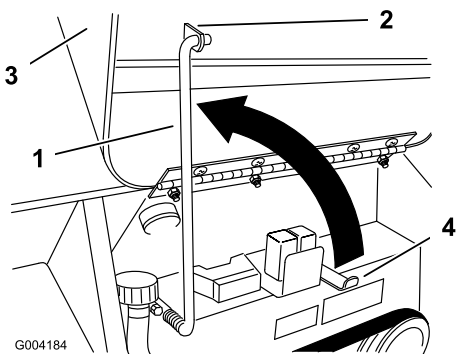

Figura 24
4. Suba la varilla de soporte y engánchela en el soporte del capó (Figura 24).